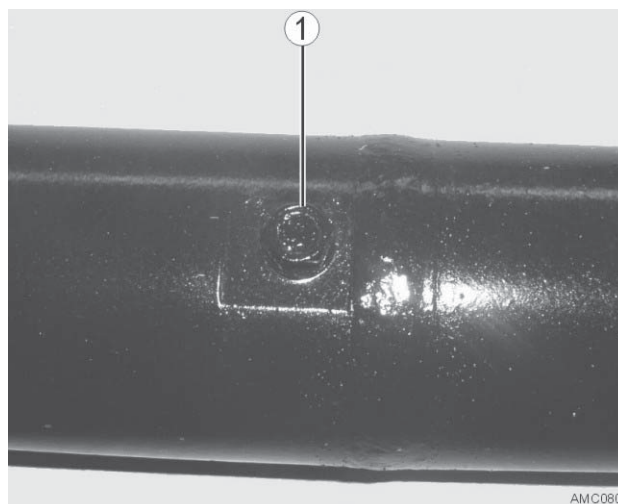

Bild 17
9. Sechskantschraube (Bild 17 - 1) heraus-schrauben und mit Dichtscheibe abnehmen.